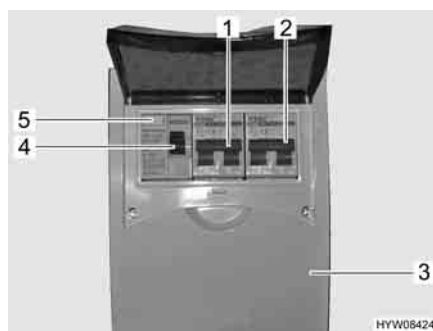

Fig. 134 Scatola dei fusibili a 230 V con interruttore di sicurezza e interruttore automatico FI
Un interruttore di sicurezza per correnti di guasto (interruttore automatico FI) (Fig. 134,5) nella scatola dei fusibili (Fig. 134,3) protegge l'intero veicolo da correnti di guasto (0,03 A).
L'interruttore di sicurezza collegato in serie (10 A) (Fig. 134,1) protegge le prese da 230 V, la centralina elettrica, il caricabatteria supplementare e il frigorifero.
Per veicoli con accessori opzionali, p. es. il riscaldamento ad aria calda con riscaldatore elettrico a immersione o l'impianto di climatizzazione a tetto, un ulteriore interruttore di sicurezza (16 A) (Fig. 134,2) protegge l'apparecchio.
- Se il veicolo è collegato all'alimentazione a 230 V, premere il tasto di controllo (Fig. 134,4). L'interruttore di sicurezza per correnti di guasto (FI) deve scattare.